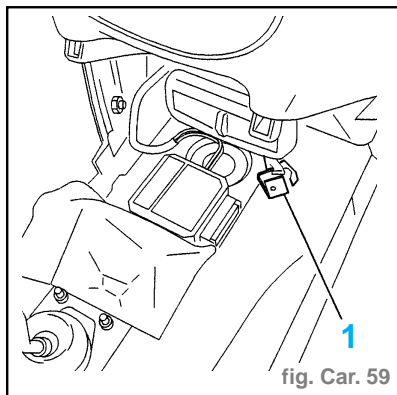

fig. Car. 59
- Débrancher le connecteur (1) (fig. Car. 59).